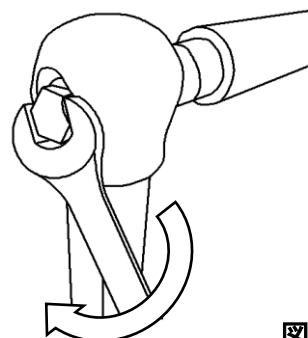

図6
- ⑥ 最後に、工具を使用してボルトを増し締めして完了です（図6）。